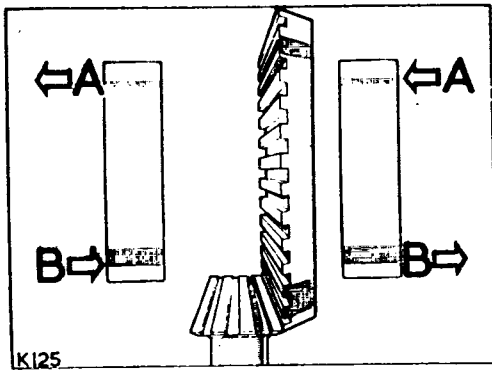

Fig. E1-63.- Ajuste del juego entre dientes del piñón y corona.
6.18.- Con un micrómetro de esfera, se comprobará el juego entre dientes de la corona y piñón de ataque, el cual debe estar comprendido entre $0,008''$ y $0,010''$ ($0,20$ y $0,25$ mm.). Cuando sea necesario, el ajuste se hará aflojando y apretando alternativamente las tuercas con muescas (Fig. E1-63) hasta conseguir el juego correcto.